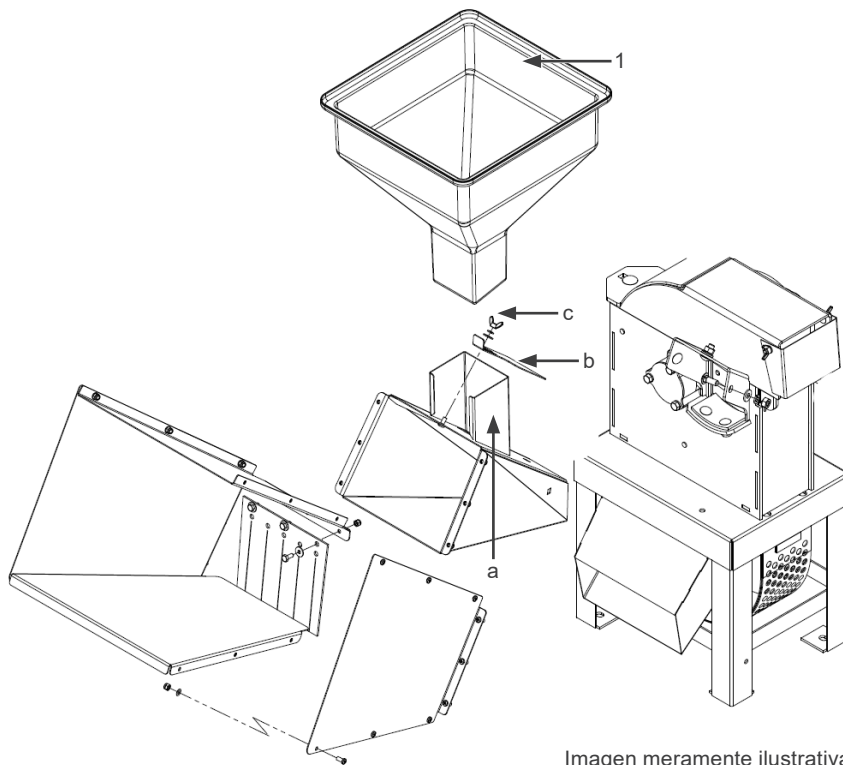

Figura 5.2: Imagen ilustrativa del montaje de la tolva de grano
- Para montar la prolongación de la tolva (11), monte el lateral izquierdo (b) en la tolva de residuos verdes (a) utilizando los tornillos (25), las arandelas (22) y las tuercas (21).
- Con los laterales (b y c) fijados a la tolva verde, monte la base (d) alineando los orificios para fijar los tornillos (25), las arandelas (22) y las tuercas (21) desde el exterior.
- Fije la cortina (e) a la tapa (f) utilizando el tornillo (19), la tuerca (21) y la arandela (18); a continuación, monte la tapa (f) en el embudo verde (2) alineando los orificios con los laterales (b y c) para fijar los tornillos (25), las arandelas (22) en esta pieza con la tuerca (21) desde el interior.
Para montar la tolva de grano, saque la tolva (1) del embalaje y móntela en el soporte de la tolva (a). Al utilizar la tolva de grano (1), ajuste la tapa de cierre de la salida de grano (b) aflojando la tuerca de mariposa (c) situada en la tolva de grano, y a continuación apriétela de nuevo según la Figura 5.2 de la página 72.